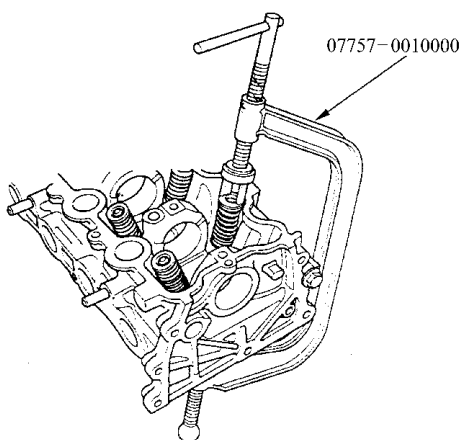

图 2-115 压缩气门弹簧
4) 如图 2-115 所示，安装弹簧压缩工具。将弹簧压缩，然后拆卸气门锁片。